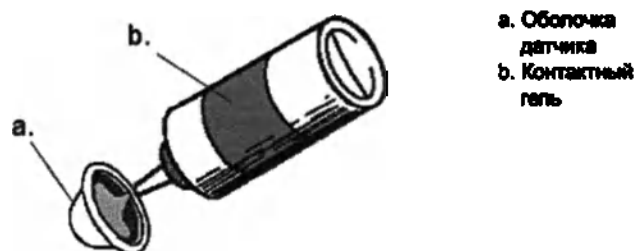

Рис. 9-20. Нанесение ультразвукового геля
2. Заполните оболочку датчика акустическим контактным гелем (Рис. 9-20).